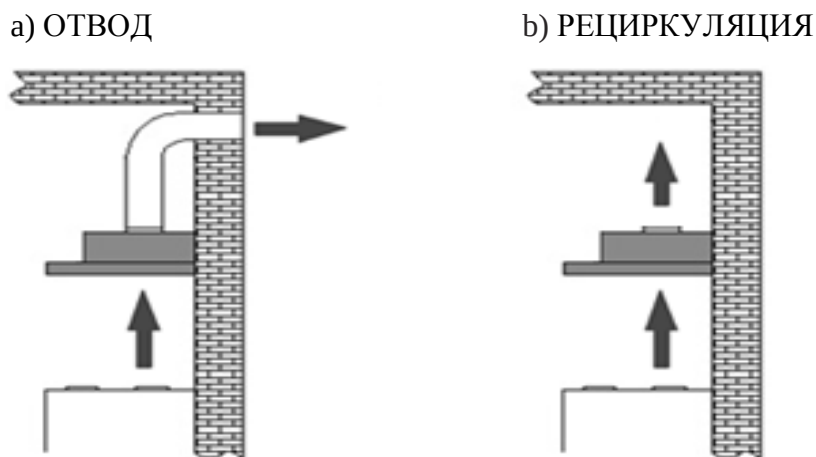

Рис. 3
1) Отвода (рис. 3а) – воздух удаляется из помещения через соединение вытяжки с вентиляционным каналом жестким пластиковым воздуховодом или гофрированным шлангом диаметром 120 мм. И, таким образом, все кухонные испарения, запахи, гарь и копоть, проходя через многоразовые алюминиевые жирославливающие фильтры, выводятся за пределы помещения. При данном режиме работы нет необходимости устанавливать угольный фильтр. Режим отвода является наиболее эффективным,